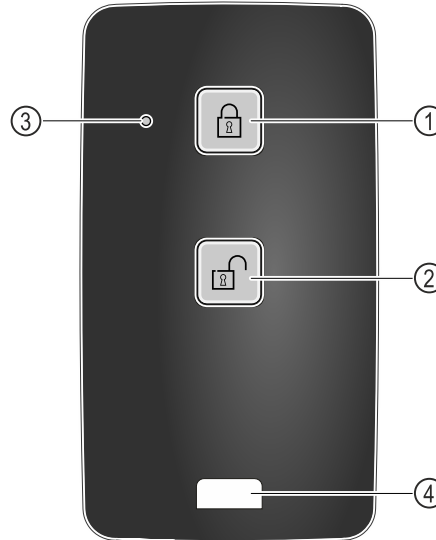

Fig. 147
- ▶ Натиснете бутона Fig. 147 (1) на дистанционното управление.
- ▶ Натиснете бутона Fig. 147 (2) на дистанционното управление.
- ▶ Светодиодът за статуса Fig. 147 (3) осигурява визуална обратна връзка при натискане на бутон.
- ▶ Халка Fig. 147 (4) за закрепване на дистанционното управление, например на връзка ключове.